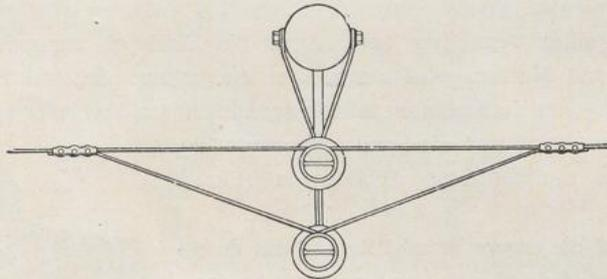

Fig. 6.
**Zweiteilige Niet- und Schraubenverbinder** werden besonders für Abzweige von bereits verlegten Leitungen benutzt. Sie dienen aber auch zur Herstellung der sogenannten Doppelaufhängung bei Wegkreuzungen. Bei Verlegung von Leitungen nach dem Weitspannsystem empfiehlt es sich, die ganze Leitung mit Doppelaufhängung auszuführen (Fig. 6). Die unschönen und oft Störungen verursachenden Schutznetze werden hierdurch vermieden.